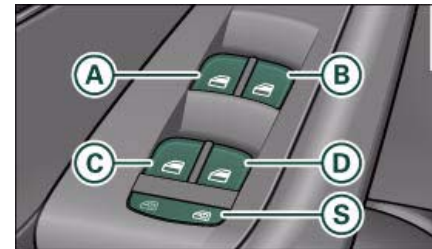

Fig. 34 Detalle de la puerta del conductor: Mandos
Si la tecla de seguridad (S) está pulsada ⇒ *página 41*, fig. 34, el símbolo luce  en la tecla. Los mandos de los elevalunas en las puertas traseras están desactivados.